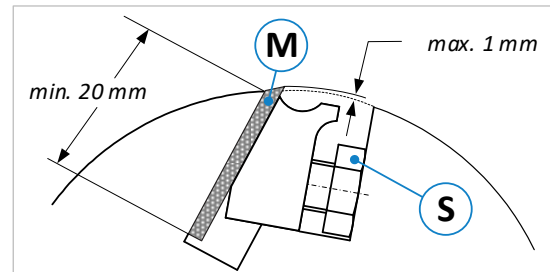

Figure 43 : arbre cannelé
- Les lames de rabot (M) ne doivent être réaffûtées que jusqu'à ce qu'une longueur de serrage minimale de 20 mm puisse être respectée avec un dépassement de lame de 1 mm maximum (voir ⇒ Figure 43).